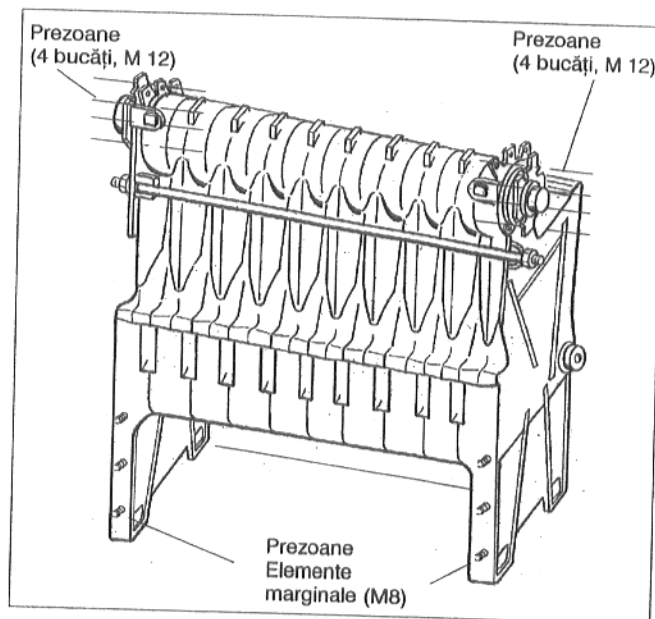
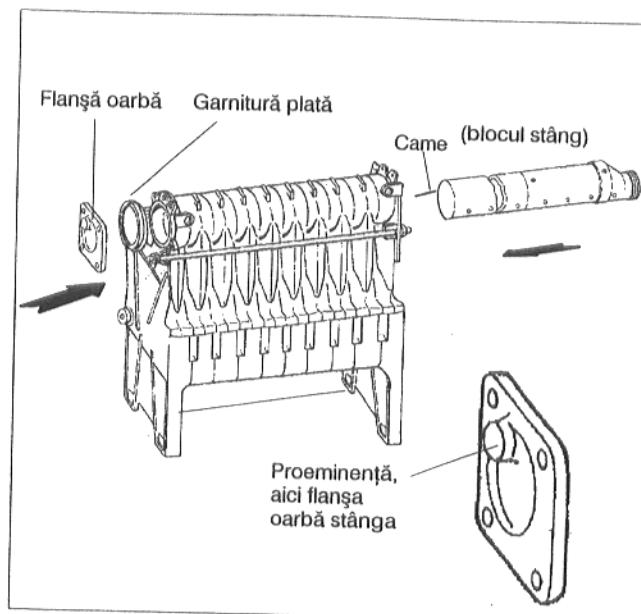

Fig. 6a
Fig. 6c
- Prezoanele (4 bucăți, M 12) se înșurubează în gaura filetată la arborele superior în față și în spate (Fig. 6a).
- Prezoanele se strâng în elementul marginal pe partea arzătorului în dreapta și în stânga (câte 3 bucăți, M8) (Fig. 6a).
- Arborele superior din spate se va închide cu flanșa oarbă și cu garnitura plată (Fig. 6c, material de montare a bocului cazanului). Proeminența plasată excentric (Fig. 6a) este destinată preluării camei de la capătul conductei de alimentare. Flanșele oarbe sunt montate corect atunci când proeminența arată spre mijloc și se găsește la partea de sus.
- Capătul conductei de alimentare (închis în spate cu came) se va introduce parțial în arborele superior și se va înșuruba la următoarea piesă de prelungire (M5, Fig. 6c).